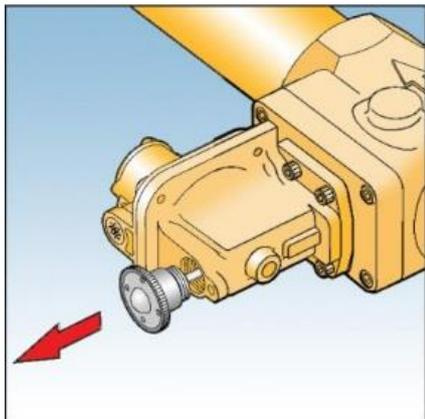

Fig. 5
4. Se há válvula de bloqueio (shut-off) incorporada, solte o pino de rearme manual e puxe-o firmemente. Segure nesta posição até que a tubulação a jusante esteja totalmente pressurizada, então solte gentilmente o pino de rearme manual. Veja Fig. 5.
11. Se houver válvula de bloqueio shut-off integrada, rearme-a soltando o pino de rearme e o puxando firmemente. Segure na posição até que a tubulação a jusante esteja totalmente pressurizada, então solte o pino gentilmente. Rosqueie o pino novamente no corpo da válvula. Veja Fig. 5.